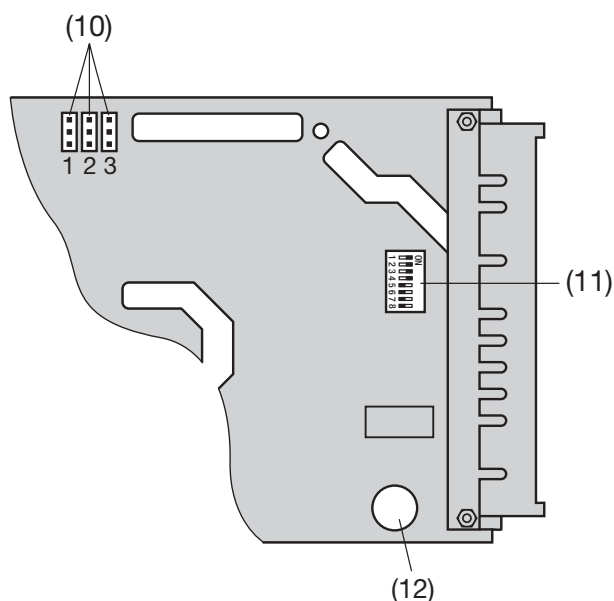

Bild 5. Hinterer Teil des EURAX V 604 mit den Stiftenleisten (10), dem 8-fach DIP-Schalter (11) und der Netz-Sicherung (12).
1 Anordnung der Netz-Sicherung (12) siehe Bild 5.
Je nach **Messaufgabe/Anwendung** (siehe Tabelle 5) die Messeingangsleitungen anschliessen und entsprechend die Steckbrücken **A** und **B** auf die Stiftenleisten stecken. Die Lage der Stiftenleisten (10) auf dem Steck-Einschub zeigt Bild 5.
Für das Anpassen an die Art der Ausgangsgrösse den DIP-Schalter (11) nach Tabelle 7 einstellen (siehe Bild 5).